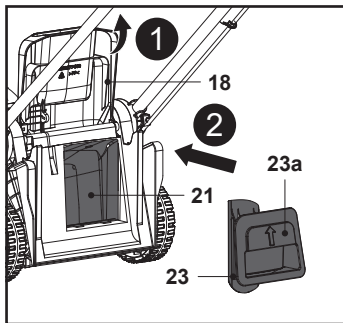

Fig. 15
1. Abra o resguardo do defletor traseiro (18), mantenha a pega com reentrância (23a) na posição e insira o encaixe do triturador (23) na conduta de descarga traseira (21) até ao fim (Fig. 15).